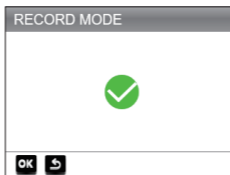

Figura 8.1.5
4. Per cambiare l'impostazione della modalità di registrazione (vedi Figura 8.1.5), selezionare Modalità registrazione e premere [OK]. La modalità di registrazione è attiva per impostazione predefinita, ma è possibile disattivarla premendo nuovamente [OK].